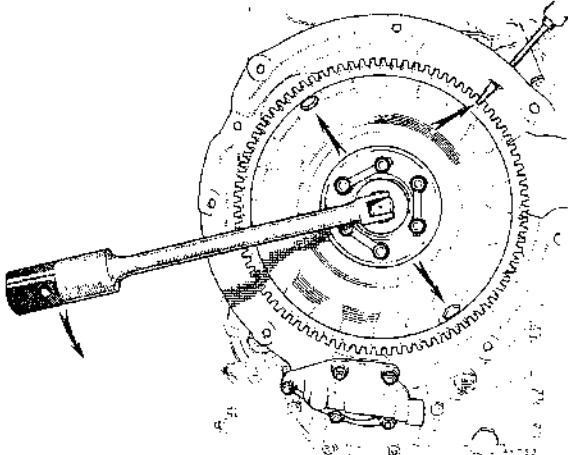

Fig. Aa.6
- (3) Quitar el motor de arranque y la tapa del convertidor.
- (4) Vaciar la transmisión.
- (5) Enderezar la arandela de freno del perno central del convertidor. Impedir que gire el convertidor insertando un destornillador adecuado a través del agujero del cárter del convertidor. Empleando la herramienta de servicio 18G 587, extraer el perno central (Fig. Aa.6)